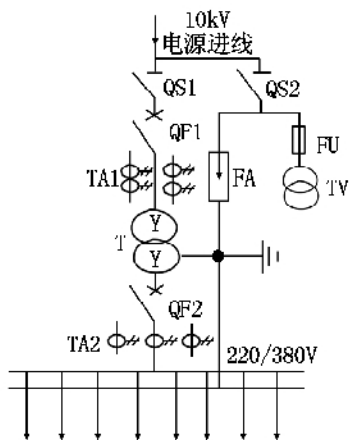
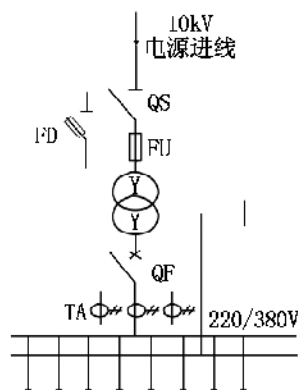

图 1-1-3 高压侧采用断路器、隔离开关的主接线图
图 1-1-4 高压侧采用隔离开关、熔断器或熔断器式刀开关的主接线图
(1) 直接从公共电网受电、只有 1 台主变压器的小型变配电室主接线图：高压侧采用隔离开关、断路器的变电所主接线图如图 1-1-3；高压侧采用隔离开关、熔断器或熔断器式刀开关的变电所主接线图如图 1-1-4；这种 1 条线路和 1 台变压器的接线叫做线路—变压器单元接线，特点是高压侧没有母线，接线非常简单。
(2) 直接从公共电网受电、装有两台主变压器的小型变电所主接线图：